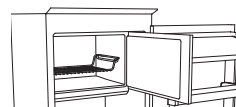
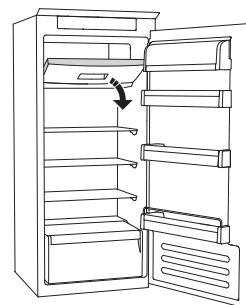

Figura 1
Figura 2
- așezați alimentele pe grătar, dacă există (figura 1) sau direct în partea inferioară a compartimentului (figura 2)
SISTEMUL OPRIRE ÎNGHEȚARE (disponibil la unele modele) facilitează procedura de dezghețare a compartimentului congelator. Accesoriul OPRIRE ÎNGHEȚARE (figura 1) este conceput pentru a colecta o parte din gheața care se formează în compartimentul congelator. Accesoriul este ușor de scos și curățat, reducând astfel timpul necesar pentru dezghețarea interiorului compartimentului congelator.
- Deschideți ușa compartimentului congelator și scoateți sertarul superior (figura 2).